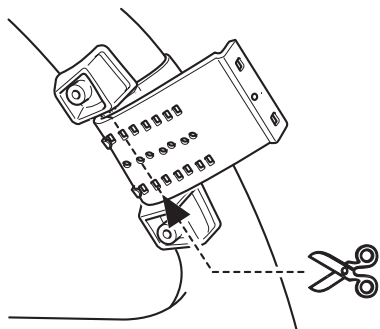

Fig. 8
2. Couper la partie de la courroie en excès au centre du support interne. (Fig. 8)